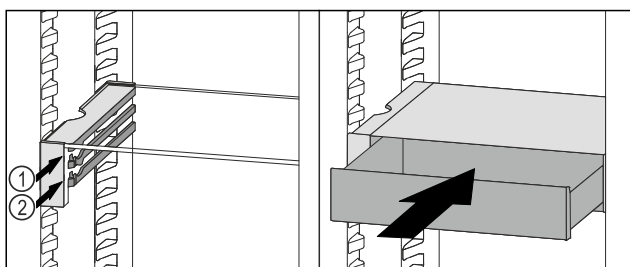

Fig. 114
- ▶ Założyć szufladę VarioSafe za stoperami na wybranych żebrowach Fig. 114 (1) lub Fig. 114 (2).